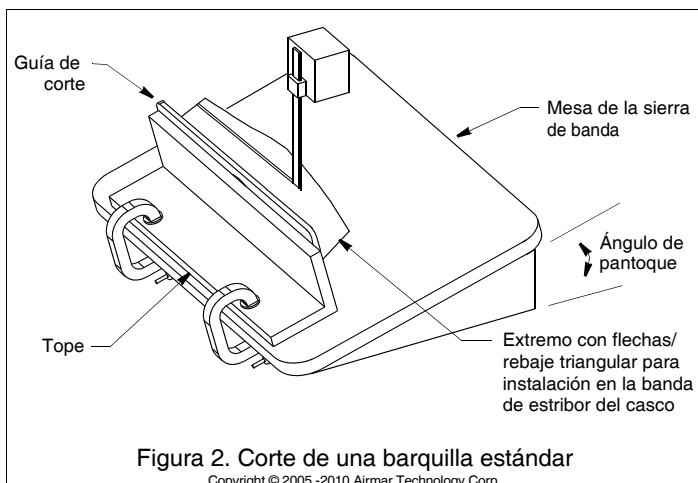

Figura 2. Corte de una barquilla estándar
2. Incline la mesa de la sierra de banda con el ángulo medido y fije el tope (figura 2).